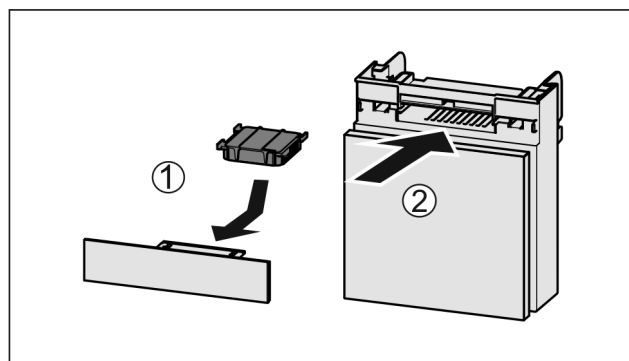

Fig. 87
- ▶ Aktivni ogljeni filter vstavite Fig. 87 (1) skladno s prikazom na sliki.
- ▶ Predal potisnite noter Fig. 87 (2).